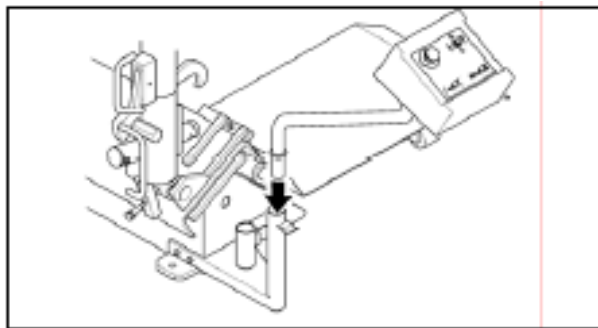

Рис.8
B. ТОЛЬКО ДЛЯ МОДЕЛЕЙ С ПОДВИЖНЫМ РЫЧАГОМ (BOXER KING 2600L): Установите должным образом контрольный рычаг (Рис.8). Убедитесь что электрический провод ни имеет разрывов или повреждений.